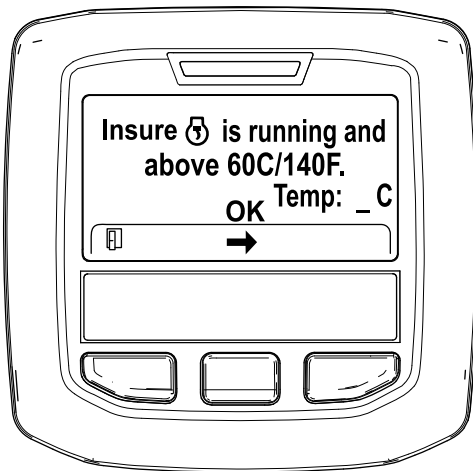

Figura 41
5. Si la temperatura del refrigerante es inferior a 60 °C (140 °F), se muestra el mensaje "Insure [DPF icon] is running and above 60C/140F" (Asegurarse de que esté en marcha y a más de 60 °C/140 °F) (Figura 41).